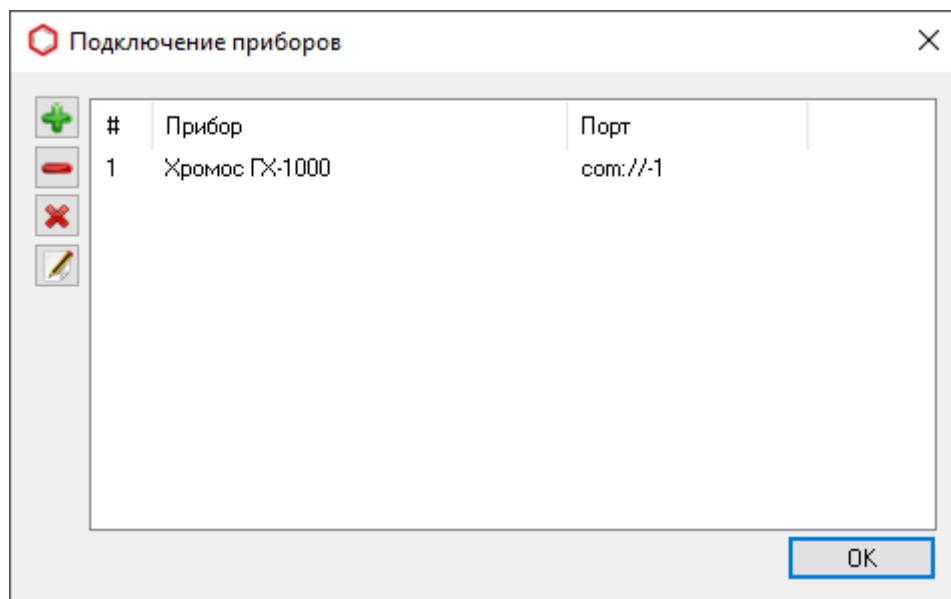

Рис. 105: Окно «Подключение приборов»
5. В ПО «Хромос», в меню *Приборы* выберите **Подключение...**. Откроется окно *Подключение приборов* (Рис. 105):